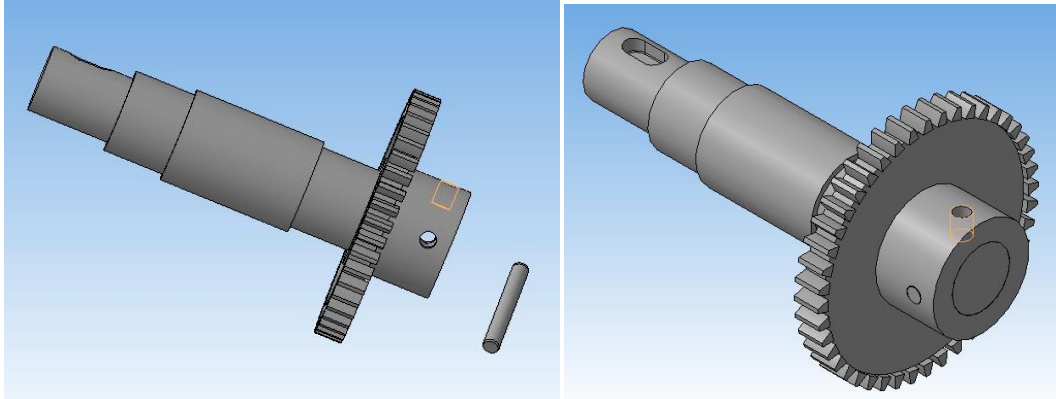

Рисунок 124.
5. Добавьте из файла «Штифт» (рисунок 124). Выберите на «Инструментальной панели»- «Сопряжения» - «Соосность». Поочередно